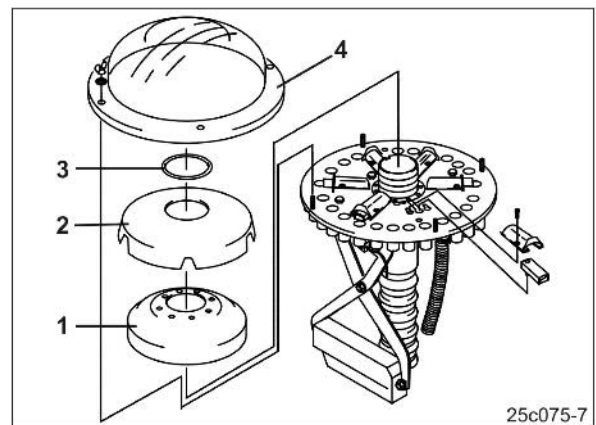

Fig. 129
6. Das Variogetriebe durch den Öleinfüllstutzen (Fig. 129/2) bis zum Ölauge mit Getriebeöl befüllen.
10. Schaumstoffeinsatz (Fig. 129/1) montieren
11. Verteiler-Innenhaube (Fig. 129/2) montieren
12. Ring (Fig. 129/3) montieren
13. Verteileraußenhaube (Fig. 129/4) montieren